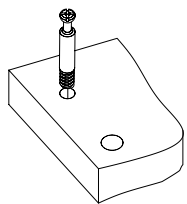
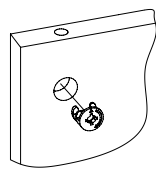

Рис.1
Рис.2
1. Подготовьте детали к сборке. Вкрутите шпильки минификс в детали 1, 13 и 14 (Рис.1). Вставьте головки минификс в детали 2, 3, 4, 5, 6, 7, 11 (Рис. 2).